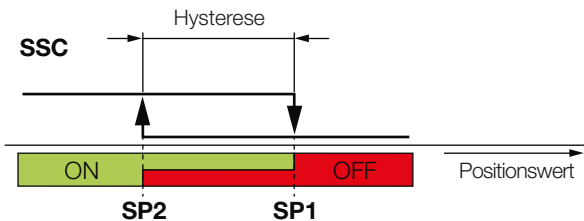

Bild 6-3: Beispiel für die Präsenzerkennung im Zweipunktmodus
- Zweipunktmodus (*two-points mode*, Bild 6-3): Wert: 3